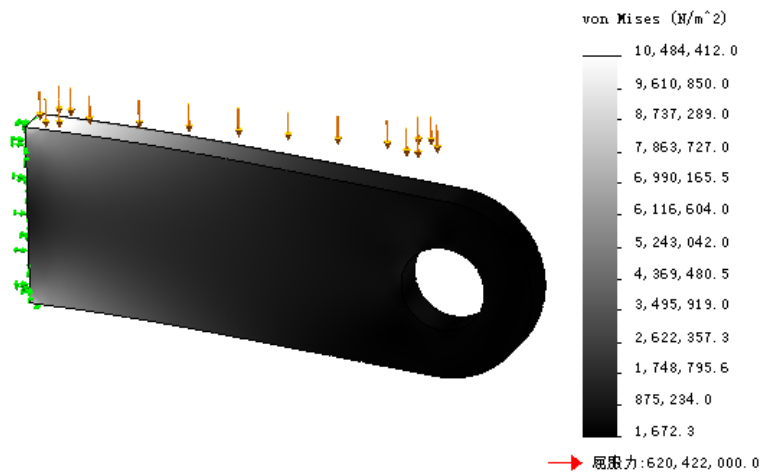

图 12.3.29 颜色选项区域
- **颜色选项** 区域：主要用于定义显示图例颜色方案（图 12.3.29）。